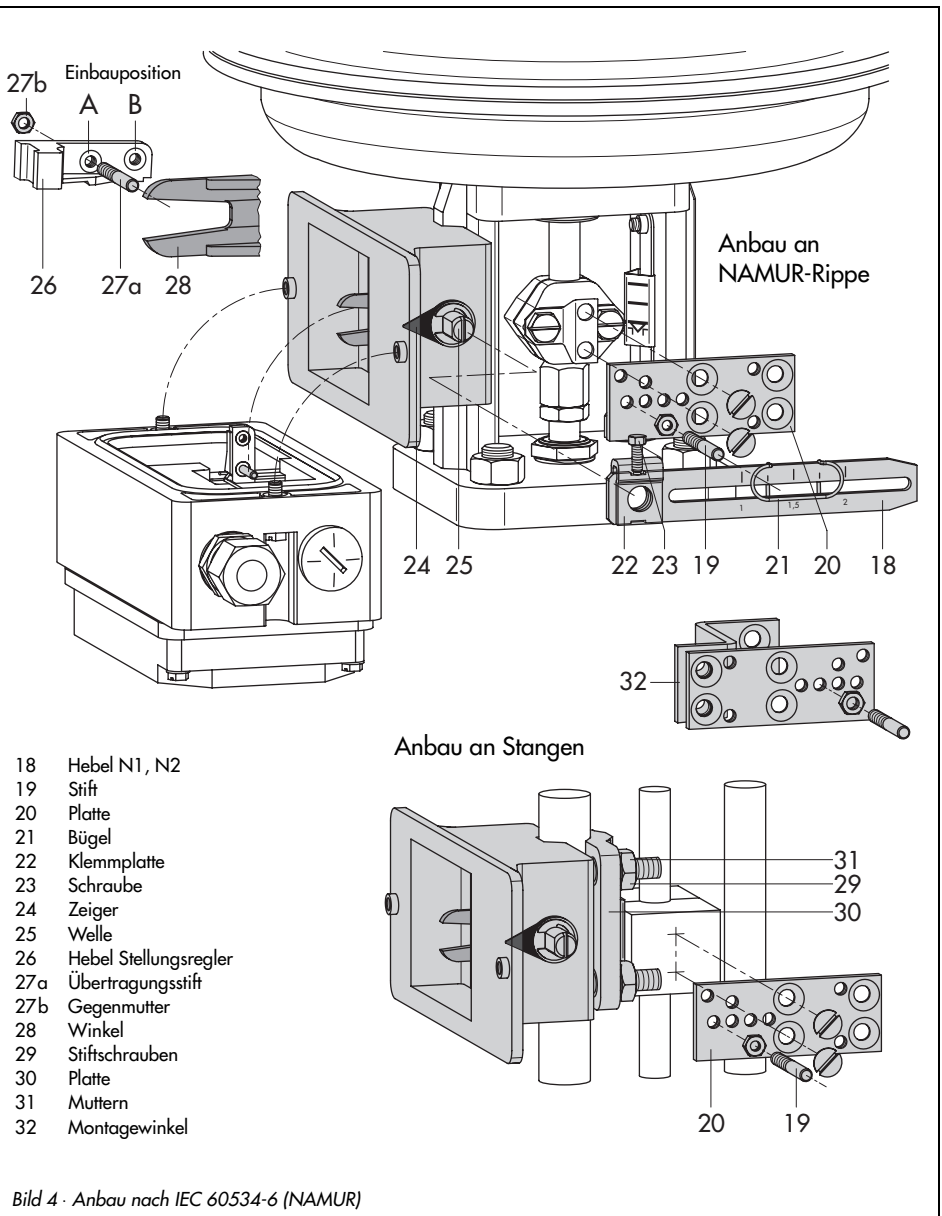

Bild 4 · Anbau nach IEC 60534-6 (NAMUR)
Der Anbau nach NAMUR erfolgt nach Bild 4 über ein Adaptergehäuse. Dabei wird der Hub des Stellventiles über den Hebel (18) und die Welle (25) auf den Winkel (28) des Adaptergehäuses übertragen und auf den Übertragungsstift (27) am Hebel des Stellungsreglers weitergeleitet.